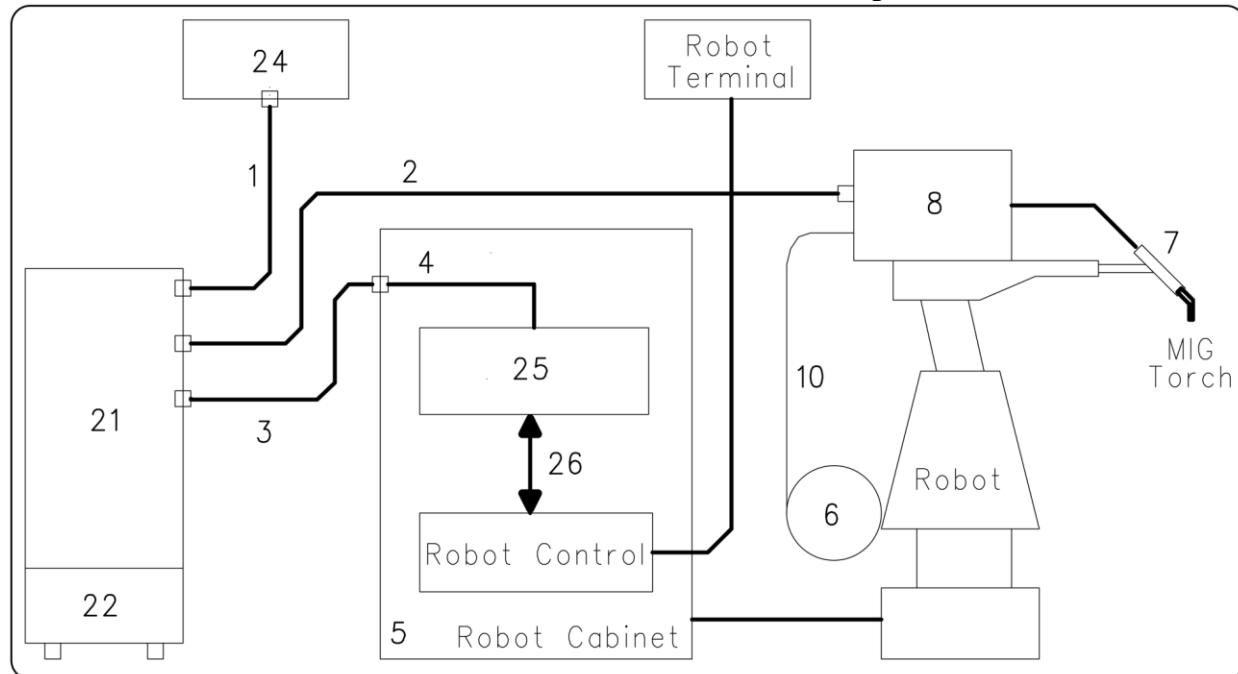

fig. 1
Il Sistema di Saldatura SOUND MIG ROBOT PULSE Cebora è un sistema multiprocesso idoneo alla saldatura MIG/MAG pulsato sinergico, MIG/MAG non pulsato sinergico, MIG/MAG convenzionale, realizzato per essere abbinato ad un braccio Robot Saldante, su impianti di saldatura automatizzati. È composto da un Generatore, equipaggiato eventualmente di Gruppo di Raffreddamento, da un Carrello Trainafilo, da un Pannello di Controllo e da una Interfaccia Robot (vedi fig. 1).
3.2 Messa in opera Generatore (fig. 1).